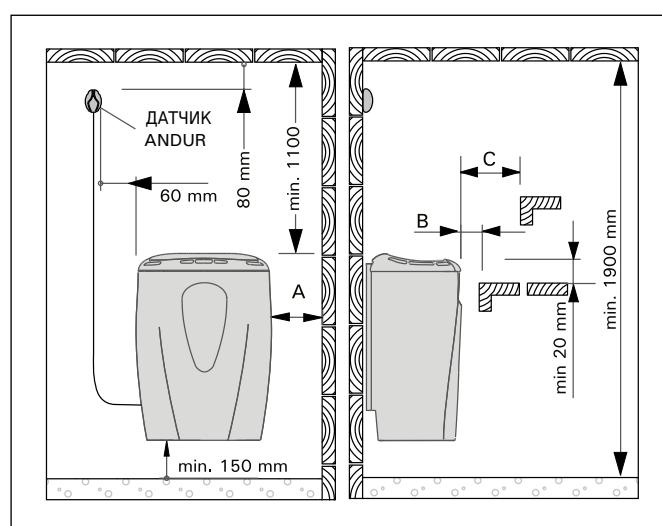
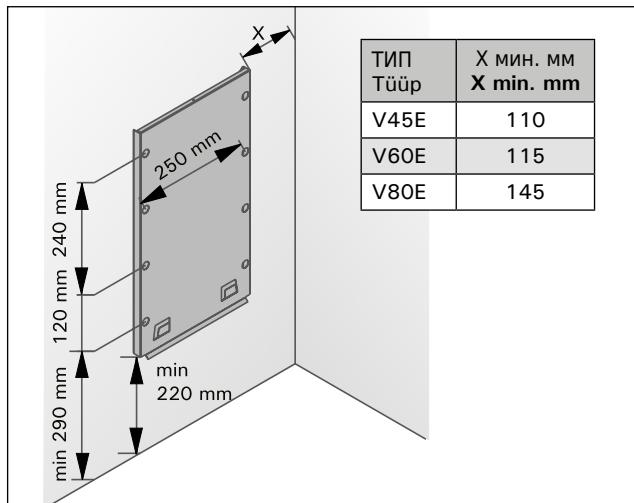

Рисунок 5. Расстояния безопасности
Рисунок 8. Установка крепежной рамы
- При расположении каменки выполняются условия минимальных расстояний, изображенных на рис. 5 и указанных в таблице 2.
- С помощью прилагаемых шурупов прикрепите к стене монтажную раму, соблюдая минимальные расстояния, указанные в таблице 2 и на рис. 5. Установка рамы изображена на рис. 8.
При установке защитного ограждения вокруг каменки следует соблюдать расстояния, указанные на рис. 5 и в табл. 2.
Сечение проводов, подходящих к управлению нагревом и к сигнальной лампочке, должно соответствовать питающему кабелю каменки. Каменка полустационарно подсоединяется к соединительной коробке в стене сауны. См. рис. 8. В качестве кабеля следует использовать резиновый кабель типа HO7RN-F или подобный.
Установите датчик на стену сауны, как показано на рис. 5. Вставьте кабель датчика в разъем нагревателя по принципу цветового соответствия.